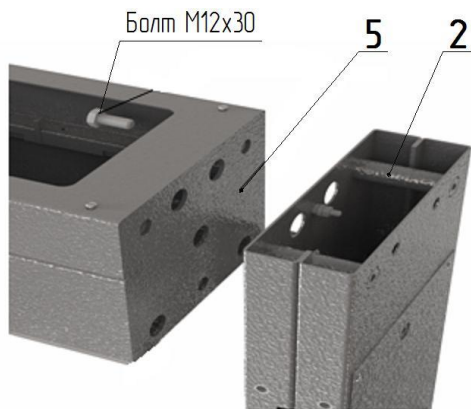

Рис. 1
1. Сборка турникета (рис. 1, 2, 3):
– положите на пол боковой плоскостью раму привода **5** (рис. 1) (предварительно постелив лист картона), рядом аналогич-